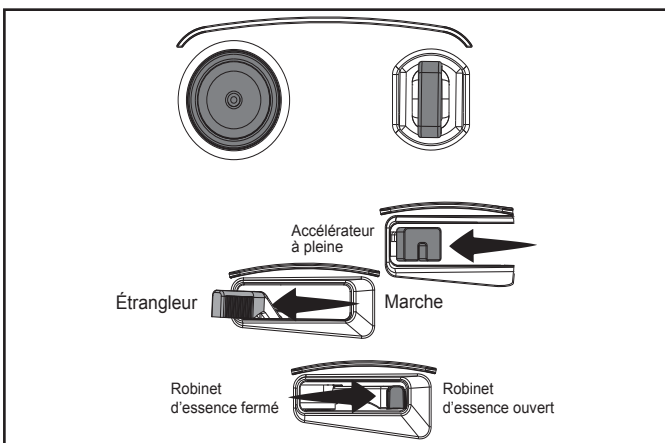

Figure 10
3. Pour démarrer un moteur froid : (figure 10).